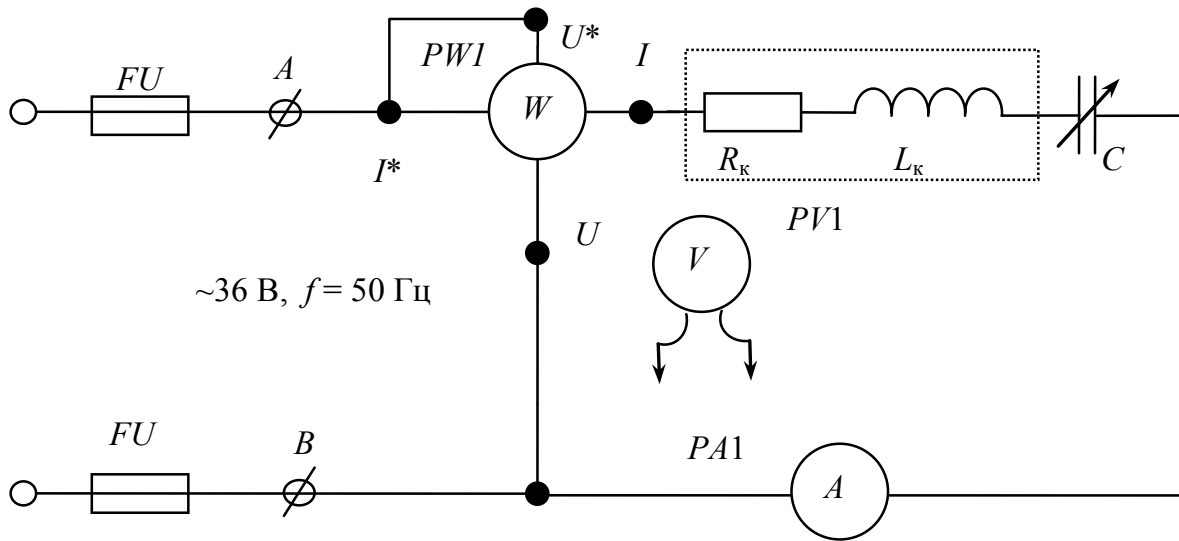

Рис. 19. Схема электрической цепи лабораторной установки
1. Соберите электрическую схему согласно рис. 19.